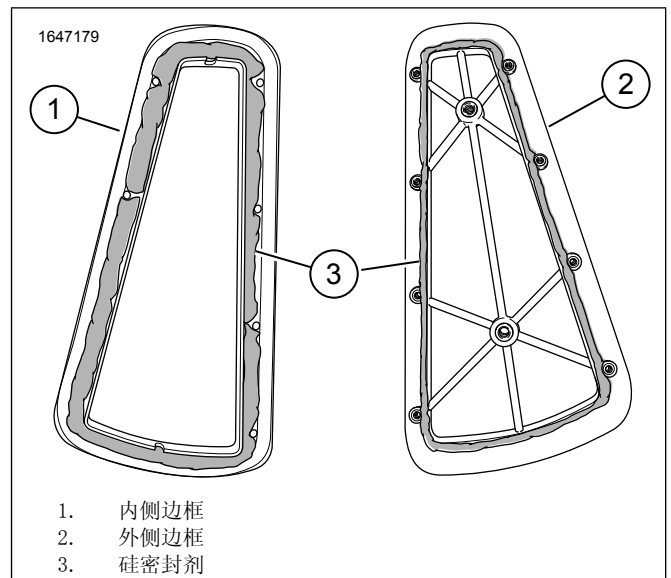

图12。边框
- 7. 参见图12。在内(1)外(2)边框上涂上硅密封胶(3)。